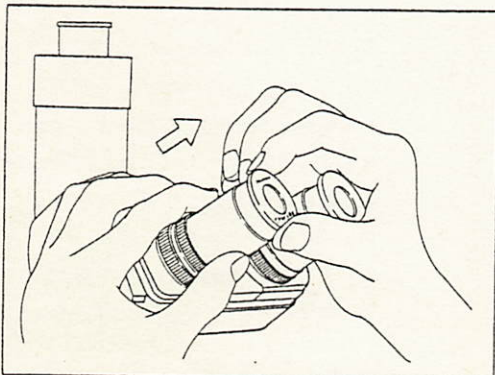

図 16
- 5) CF接眼レンズはハイアイポイント型になっていますから、めがねをかけたまま検鏡できます。めがねをかけていない方は接眼レンズの筒を押さえて、図16のように目当てを見やすい位置まで引き出して使います。